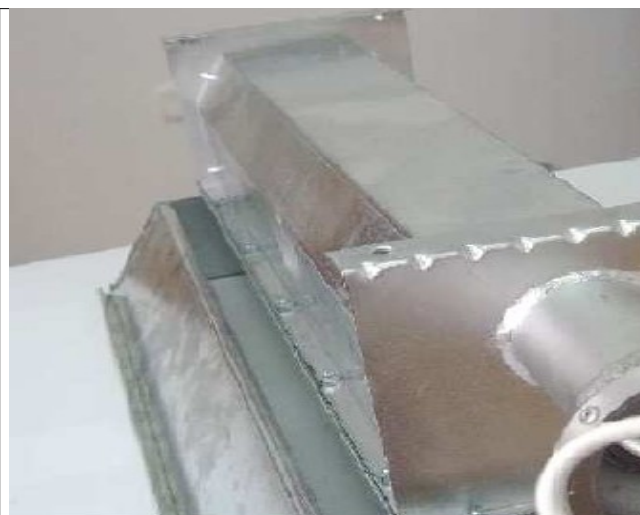

Рис. 2
- Креплением настенным, которое гарантирует правильный монтаж оборудования (Рис. 2).